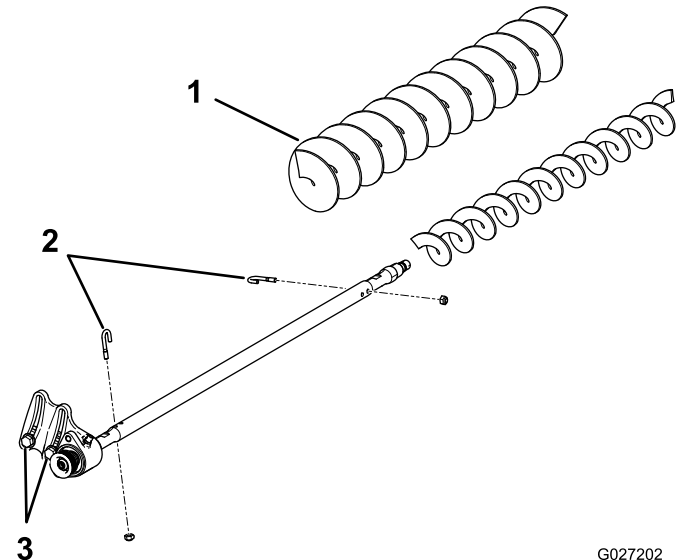

图19
3. 拆下 2 个 J 形螺栓和螺母图19。
4. 滑动现有滚筒刷从刷轴上取下来图19。
5. 松开将传动轴承座固定到轴承座安装支架上的 2 个螺栓、垫圈和螺母图19。
6. 把高剪滚筒刷滑入刷轴图19。
7. 使用之前卸下的 2 个 J 形螺栓和螺母把滚筒刷夹在轴上图19。